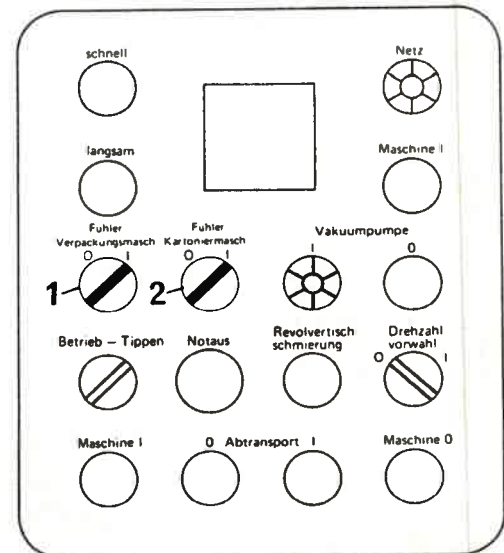

Bild 179
11. Fühler der Kartoniermaschine und der Verpackungsmaschine an den Wahlschaltern (Bild 179/1 + 2) einschalten.